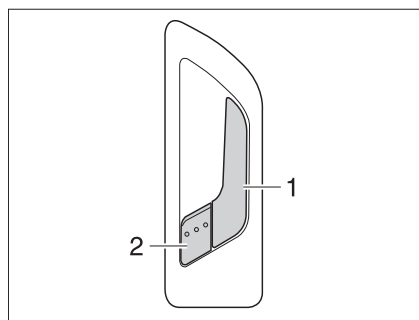

Fig. 37 Cerradura de la puerta de entrada, en el interior
*Abrir:* ■ Tirar del tirador (Fig. 37,1). Se desbloqueó la cerradura de la puerta. La palanca de retención (Fig. 37,2) salta hacia fuera automáticamente.
*Bloquear:* ■ Presionar la palanca de retención (Fig. 37,2).